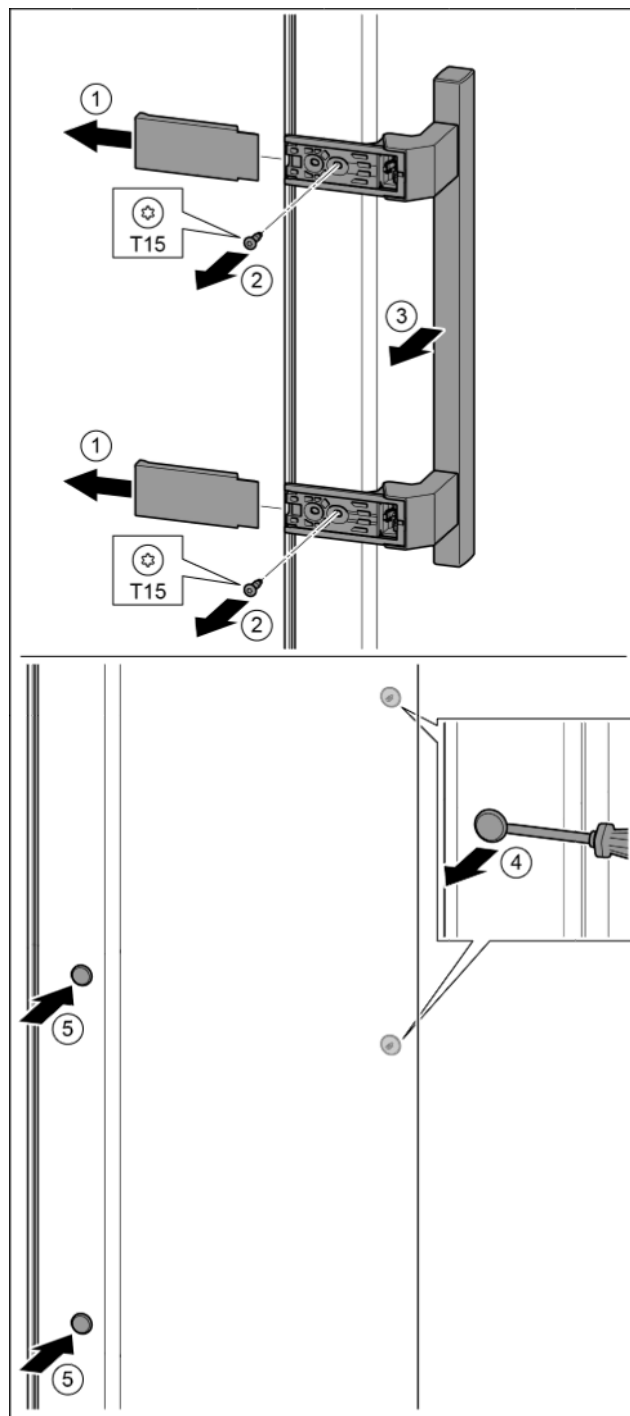

Fig. 16
- ▶ Зніміть кришку. Fig. 16 (1)
- ▶ Викрутіть гвинти за допомогою викрутки T15. Fig. 16 (2)
- ▶ Зніміть ручку. Fig. 16 (3)
- ▶ За допомогою шліцевої викрутки обережно підійміть бокову пробку та витягніть її. Fig. 16 (4)
- ▶ Знову вставте пробку з іншого боку. Fig. 16 (5)